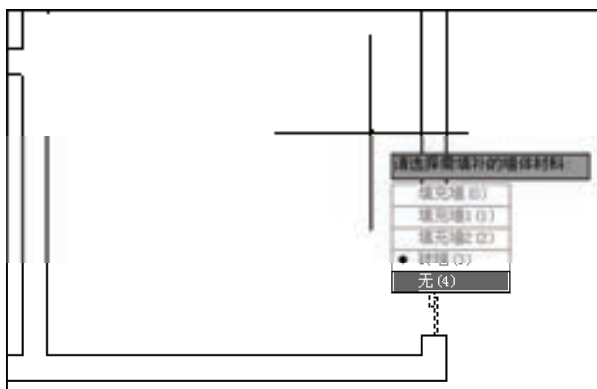

图 5-41 选择“无（4）”选项
6) 按〈Enter〉键调用“MCTQ”命令，选择推拉门图形，在弹出的下拉列表中选择“无（4）”选项，如图 5-41 所示。